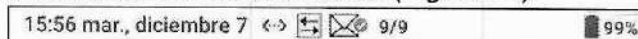

Figura 64: Transmisión de los resultados de los análisis enviada
**NOTA:** Si está activado el **Envío Automático**, el instrumento enviará automáticamente los resultados del análisis a la red y se mostrará  (Transmisión de los resultados de los análisis enviada) que indica que la transmisión se ha efectuado satisfactoriamente (Figura 64).